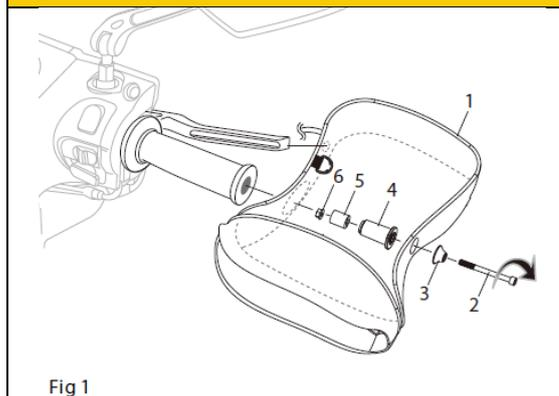
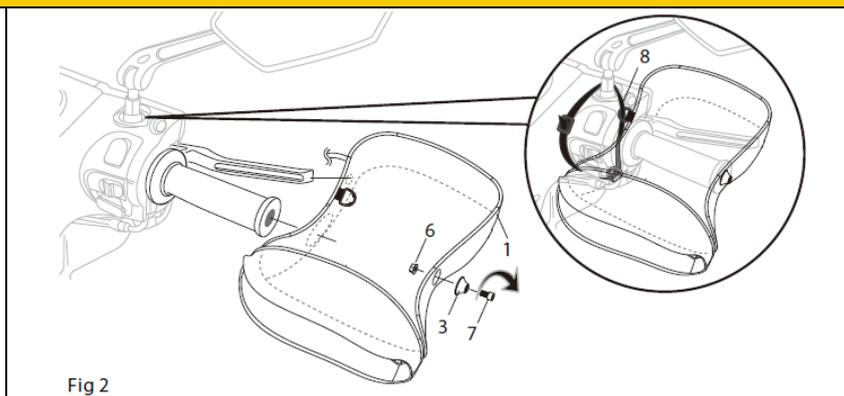

Fig 1
Fig 2
| <p style="text-align: center;">Fig 1</p> | <p>Procédure d'installation de support guidon.</p> <ol style="list-style-type: none"> 1. Installer le support supérieur sur le guidon N° 11. 2. Installer le support inférieur sur le guidon N°11. 3. Installer le deux vis M3 x 12 L sur le support inférieur N°12. 4. Installer le double face sur le support supérieur du guidon N°14. 5. Installer le ruban souple N° 15. <p>Fixation par vis du support multifonctions (A)</p> <ol style="list-style-type: none"> 1. Enlever les quatre vis d'origine du support multifonctions. 2. Insérer les quatre vis M2 x 15 L dans le support inférieur de guidon. 3. serrer les quatre vis M2 x 15L sans forcer. | <p style="text-align: center;">Fig2</p> |